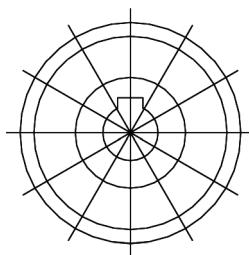

图 5-41 绘制直线和圆
- 1) 先使用“圆”命令绘制 4 个同心圆和中心孔键槽；使用“直线”和“旋转”命令复制出射线，结果如图 5-41 所示。